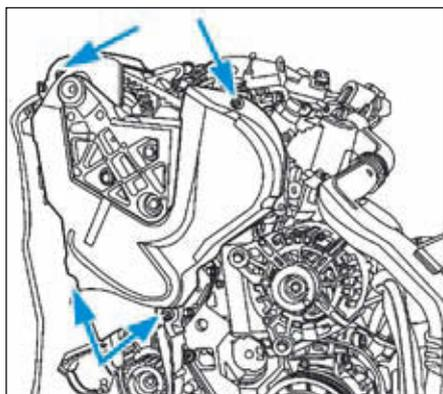

FIG.7
- le carter supérieur de distribution (Fig.7).